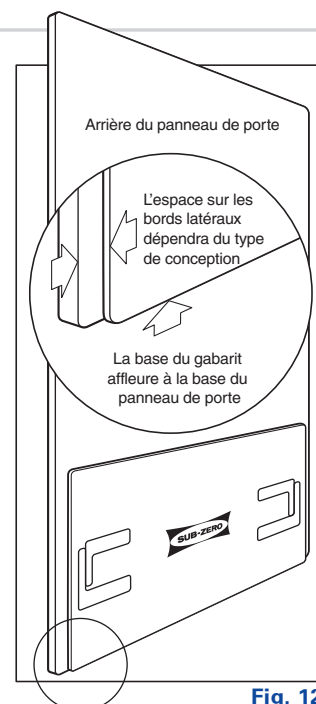

Fig. 12
Faites affleurer le gabarit en plastique fourni au bord inférieur de la porte. Assurez-vous de suivre l'emplacement exact selon qu'il s'agit d'une porte à main droite (MD) ou à main gauche (MG). Reportez-vous à la figure 12 page 58.
REMARQUE IMPORTANTE : Le gabarit s'utilise des deux côtés, un côté pour la porte et l'autre pour les tiroirs. Assurez-vous d'utiliser les trous et le côté appropriés. N'oubliez pas que la figure 12 page 58 montre le panneau de porte de l'arrière.